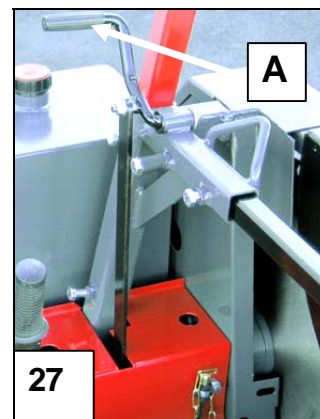

Bild 27. Att spänna eller lösa kilremmarna
1. Lös på kilremmarna med hjälp av nödstoppbrytaren A, bild 27.